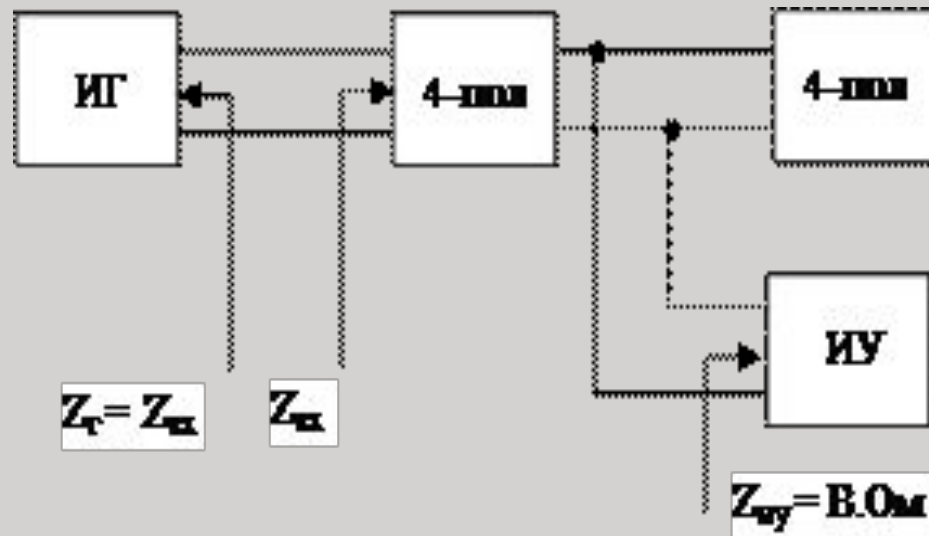

Рис.1. Схема измерения уровня при **параллельном** подключении ИУ
1. Подключение ИУ высокоомным входом **параллельно** тракту передачи, при этом нагрузкой предшествующего четырехполюсника (4-пол) служит входное сопротивление последующего (рис.1).